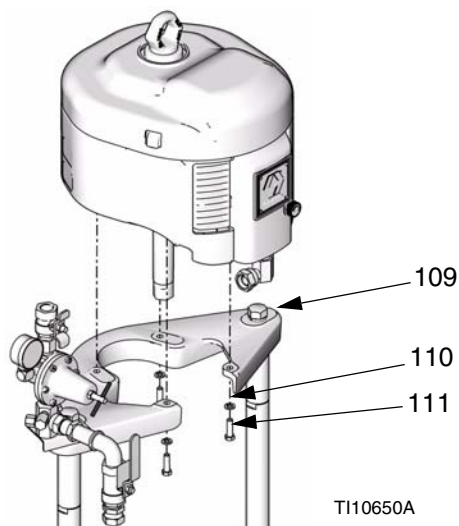

FIG. 26
- b. *Pour les moteurs pneumatiques NXT équipés d'un plateau plus petit* : Si le moteur a été retiré, serrez les vis de pression (111) et les rondelles (110) sur le support de fixation (109). Voir FIG. 26 à la page 23.
1. A l'aide d'un appareil de levage, fixez le moteur sur la plaque d'assemblage (109) à l'aide des vis (111) et des rondelles (110). Voir FIG. 26 à la page 23.